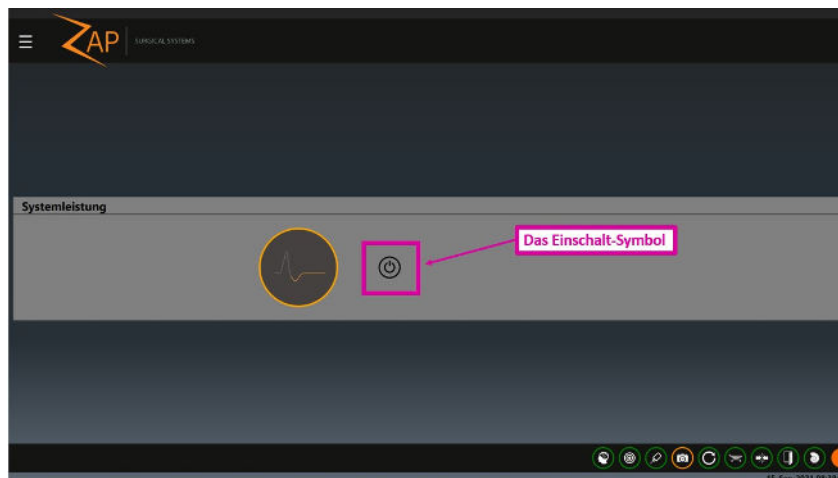

Abbildung 3.1.3: Das Einschalten-Symbol
- 2) Auf dem Hauptbildschirm der Benutzeroberfläche wird das Dashboard im ausgeschalteten Zustand angezeigt. (Abbildung 3.1.3) Klicken Sie auf die Schaltfläche Einschalten, um das Einschalten des Systems zu initiieren.